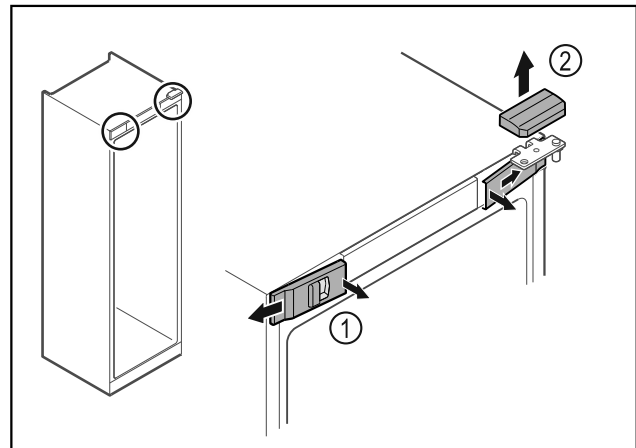

Fig. 6
- ▶ Voorste afdekkingen Fig. 6 (1) binnen ontgrendelen en naar de zijkant toe verwijderen.
- ▶ Bovenste afdekking Fig. 6 (2) naar boven toe verwijderen.